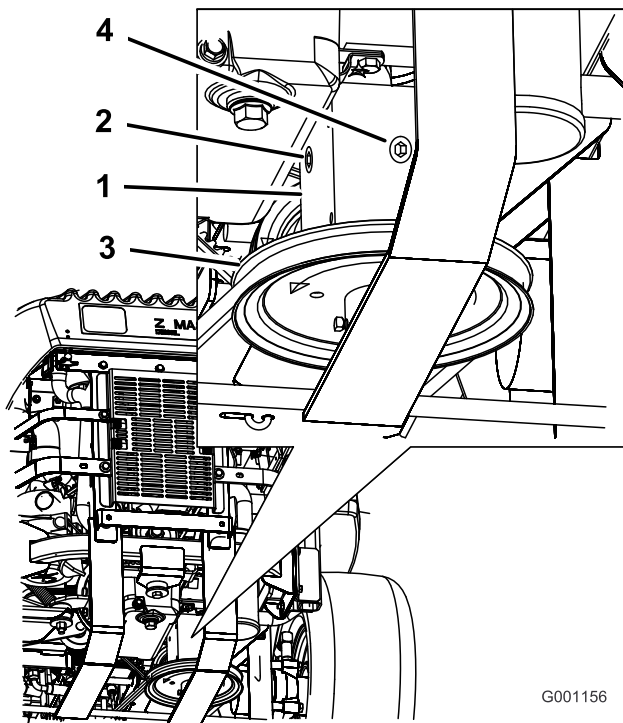

Figure 53
- Enlevez le bouchon latéral ou arrière du boîtier d'engrenages (Figure 53).